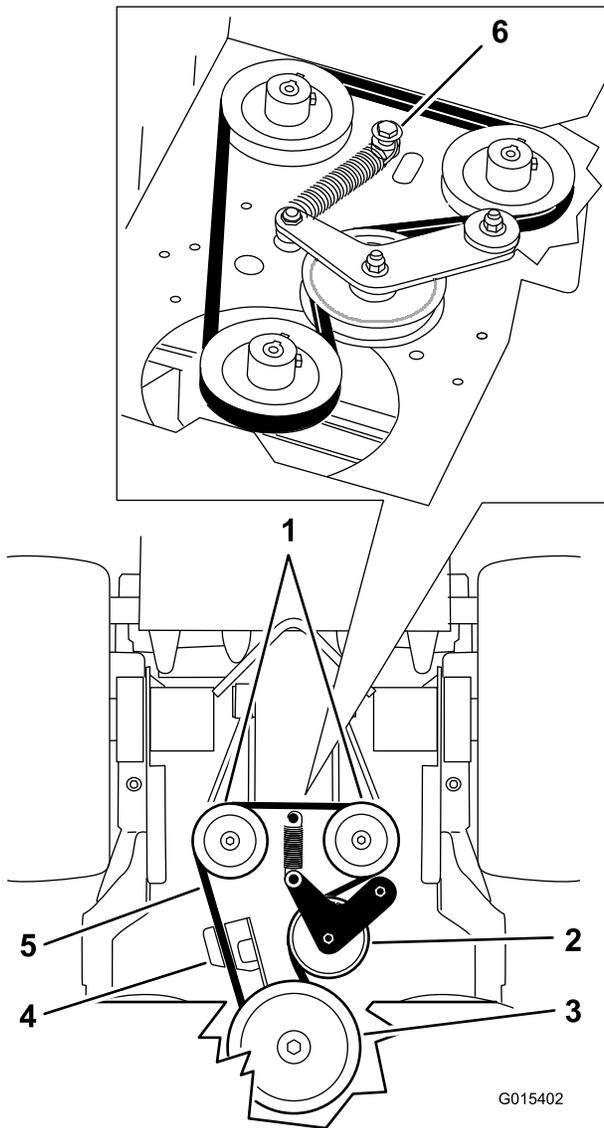

Bild 63
6. Entfernen Sie die Schulterpassschraube, Mutter und Scheibe, die am Motor und an der Feder angeschlossen sind (Bild 63).
7. Entfernen des Pumpen-Treibriemens (Bild 63).
9. Montieren Sie die Feder auf die Schulterpassschraube und Befestigen Sie sie mit der Mutter am Motor (Bild 63).